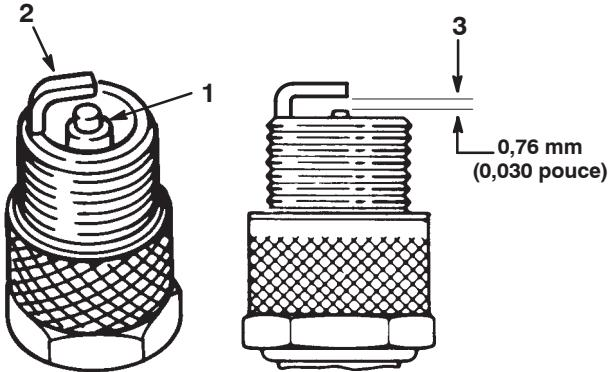

Figure 36
- Inspectez le centre des bougies (Fig. 36). Si le bec de l'isolateur est recouvert d'un léger dépôt gris ou brun, le moteur fonctionne correctement. S'il est couvert d'un dépôt noir, c'est généralement signe que le filtre à air est encrassé.
- Contrôlez l'écartement entre l'électrode centrale et l'électrode latérale (Fig. 36).
Remarque : Courbez l'électrode latérale (Fig. 36) si l'écartement est incorrect.